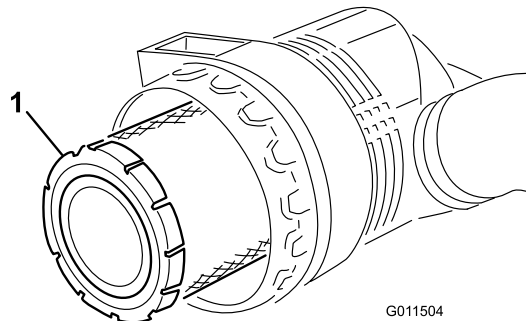

Рисунок 46
3. Снимите и замените фильтр грубой очистки (Рисунок 46).